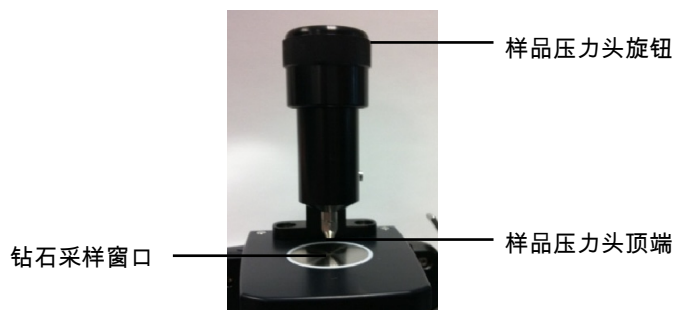

图 5. 处在最高位置的钻石 ATR 附件样品压力头
在样品加载和清洁模式中，样品压力头应处于最高位置，以使样品压力头顶端恰好在钻石采样窗口上方（参见图 5）。在此位置可以方便地接触样品装载区域，以便将样品装入到位并在分析下一样品之前清洁采样面。
- 1 逆时针旋转顶部旋钮直至压力头到达行程顶部，打开样品压力头（参见图 5）。
- 1 逆时针方向旋转样品压力头旋钮，使压力头顶端从钻石采样窗口略微提升（参见图 5）。